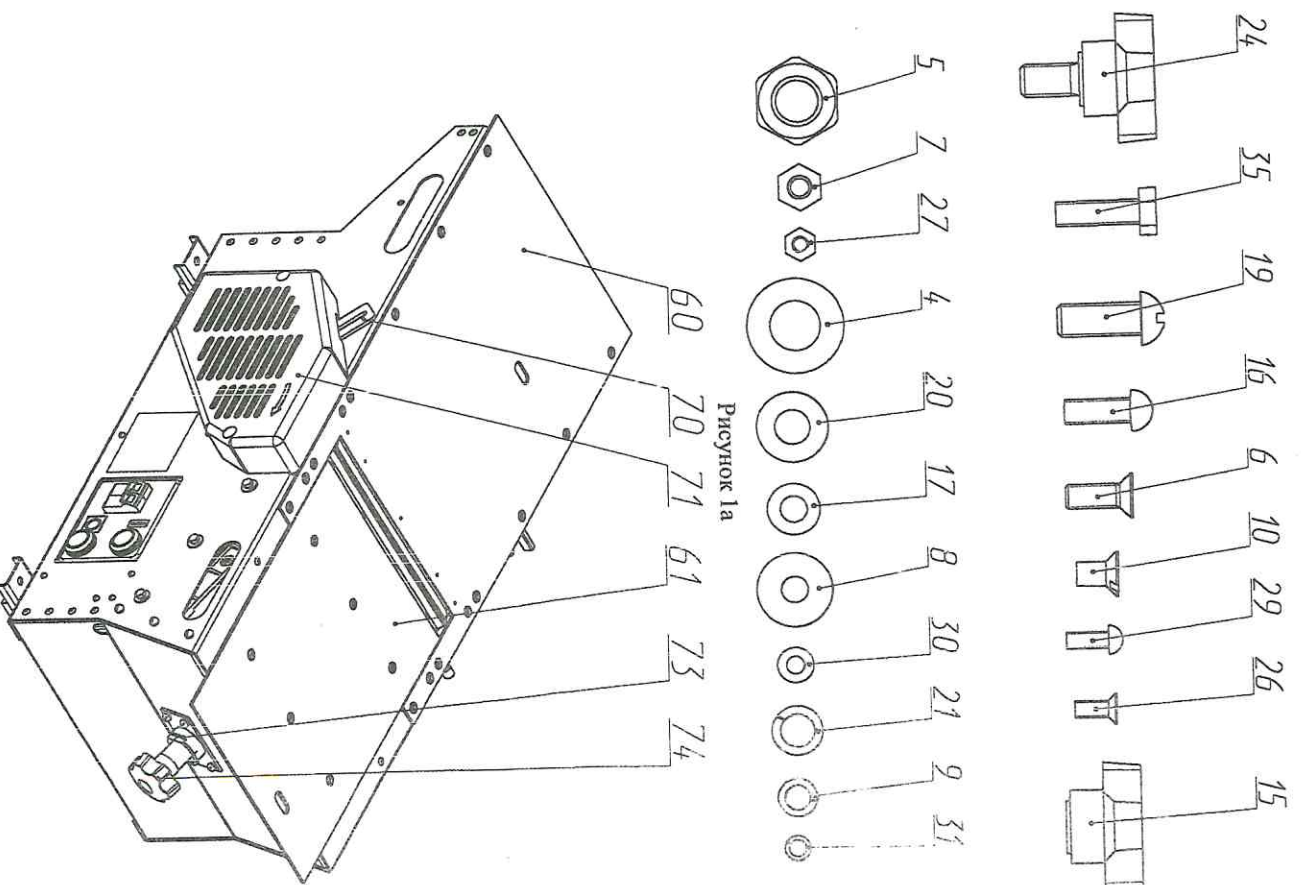

Рисунок 2
- включать машину со снятым кожухом ременной передачи 71 (см. Рисунок 2);
На выходном конце вала электродвигателя на шпонке установлен ведущий шкив 81. Передача крутящего момента ножевому барабану 62 осуществляется при помощи поликипяного ремня 83. Натяжение ремня осуществляется при помощи натяжного ролика 70 (Рисунок 2, 2а).